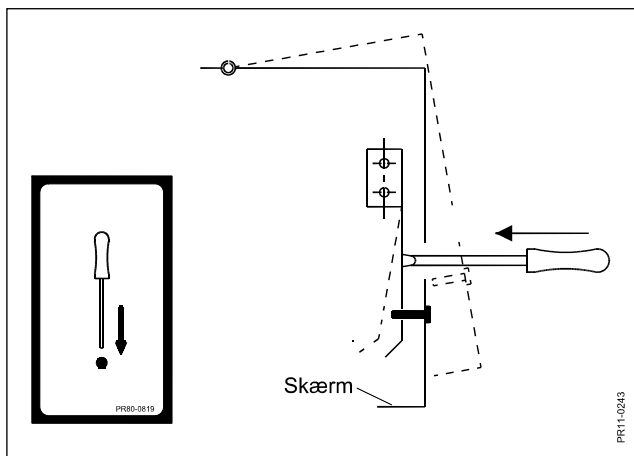

Fig. 6-1
- Fig. 6-1** Ved vedligeholdelse af maskinen har De oftest brug for at åbne eller fjerne afskærmning. Alle afskærmninger er af sikkerhedsmæssige årsager forsynet med en lås. Låsen sikrer, at man ikke kan åbne afskærmningen uden brug af værktøj. Fig. 6-1 og 6-2 viser de to forskellige låseprincipper, samt de tilhørende transfers, der skal markere og illustrere låsene på maskinen.